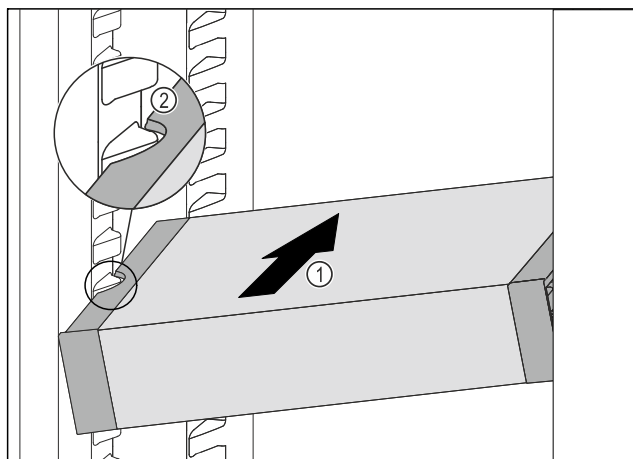

Fig. 79
- 将 VarioSafe 斜插入冷藏区中 Fig. 79 (1)，直至 VarioSafe 的侧部凹槽 Fig. 79 (2) 与冷藏区中的容器肋梁持平。